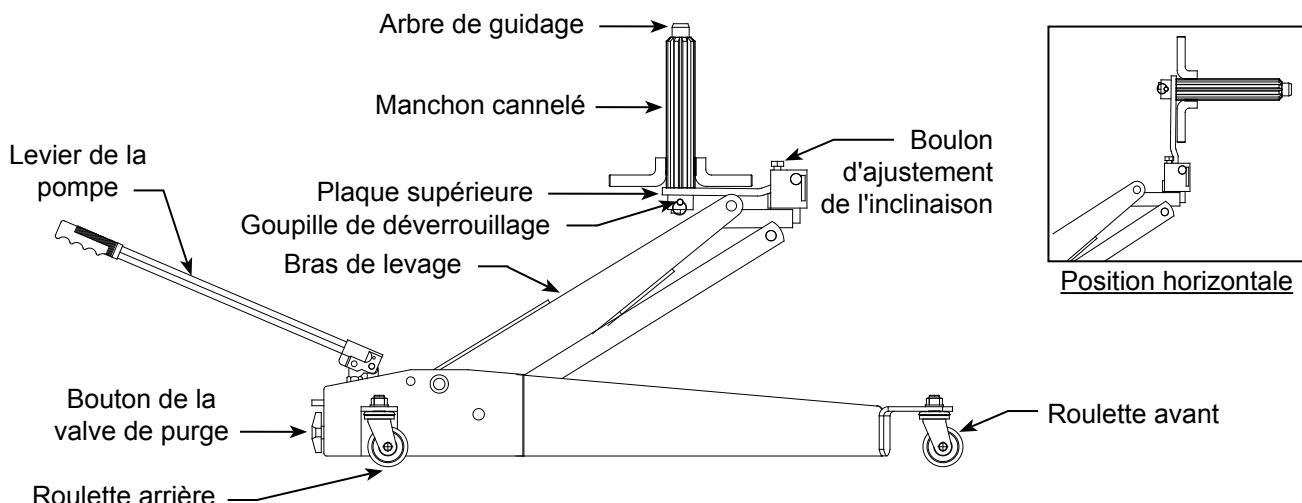

Figure 1 : Composants du modèle 40500
3. Afin de vous familiariser avec le fonctionnement de base du cric, repérez le bouton de la valve de purge et tournez-le (voir figure 1) :